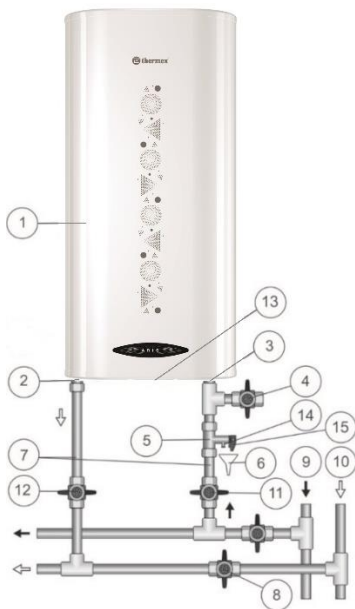

Рисунок 1. Схема підключення ЕВН до водопроводу в вертикальному положенні
Внутрішній бак має спеціальне біосклофарфорове покриття, що надійно захищає внутрішню поверхню від хімічної корозії і, як наслідок, продовжує термін експлуатації. Простір між зовнішнім корпусом і внутрішнім баком заповнено пінополіуретаном - сучасною, екологічно чистою теплоізоляцією, що має найкращі характеристики теплозбереження. Моделі Aris мають два різьбові патрубки: для входу холодної води (Рис. 1 та 2, п. 3) з синім кільцем і виходу гарячої води (Рис. 1 та 2, п. 2) з червоним кільцем. На нижній кришці ЕВН у всіх моделях знаходиться панель керування (Рис. 1 та 2, п. 13).
Запобіжний клапан (Рис. 1 та 2, п. 5) виконує функції зворотного клапана, який перешкоджає потраплянню води з водонагрівача у водопровідну мережу у випадках падіння в останній тиску і у випадках зростання тиску в баку при сильному нагріванні води, а також функції захисного клапана, який скидає надлишковий тиск у бак при сильному нагріванні води. Під час роботи водонагрівача вода може просочуватися з випускної труби запобіжного клапана для скидання зайвого тиску, що відбувається з метою безпеки водонагрівача. Ця випускна труба повинна залишатися відкритою для атмосфери і бути встановлена постійно вниз і в незамерзаючому середовищі.
Необхідно забезпечити відведення води з випускної трубки запобіжного клапана (Рис. 1 та 2, п. 14) в каналізацію, передбачивши при монтажі ЕВН відповідний дренаж (Рис. 1 та 2, п. 6).
Необхідно регулярно (не рідше одного разу на місяць) проводити злив невеликої кількості води через випускну трубу запобіжного клапана в каналізацію для видалення вапняних опадів і для перевірки працездатності клапана. Невиконання цієї вимоги може привести до виходу з ладу запобіжного клапана та водонагрівача. В цьому випадку запобіжний клапан і водонагрівач не підлягають гарантійному обслуговуванню. Для відкриття клапана він має ручку (Рис. 1 та 2, п. 15). Необхідно стежити, щоб під час роботи ЕВН ця ручка знаходилася в положенні, що закриває злив води з бака.
Встановити запобіжний клапан (Рис. 1 та 2, п. 5) на вході холодної води (Рис. 1 та 2, п. 3), поміченому синім кільцем, закрутивши на 3,5 - 4 обороти, забезпечивши герметичність з'єднання будь-яким ущільнюючим матеріалом (льоном, ФУМ-стрічкою тощо).
- В вертикальному положенні у відповідності до Рис. 1 з виходом патрубків знизу
Після підключення відкрийте вентиль подачі холодної води (Рис. 1 та 2, п. 11) в ЕВН, кран виходу гарячої води з ЕВН (Рис. 1 та 2, п. 12) та кран гарячої води на змішувачі, щоб забезпечити відтік повітря з водонагрівача. При кінцевому заповненні ЕВН із крана змішувача безперервним струменем потече холодна вода. Закрийте кран гарячої води на змішувачі.
Примітка: для полегшення обслуговування ЕВН у процесі експлуатації рекомендується встановлення зливного вентиля (Рис. 1 та 2, п. 4) відповідно до Рис. 1 та 2 (для моделей, не обладнаних зливним патрубком (не входить у комплект поставки ЕВН)).